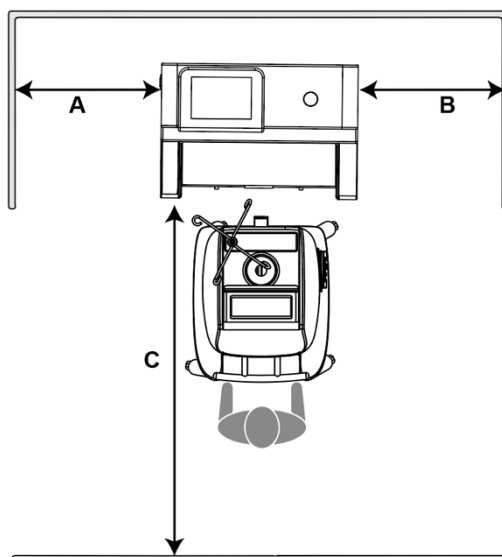

Figura 5 Requisitos Mínimos de Espacio en el Suelo
- El acoplador se instala en un armario de servicios o área de evacuación con acceso a energía eléctrica, suministro de agua y desagüe de residuos líquidos. La institución de atención médica es responsable de preparar el sitio de instalación y garantizar la disponibilidad de servicios básicos. Consulte la sección Especificaciones para conocer los requisitos de energía eléctrica, agua y desagüe. Asegúrese de que el área de instalación cumpla con los requisitos de servicios básicos y espacio (Figura 5).